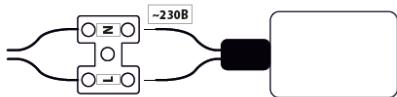

Рис.2 Схема подключения светильника к сети переменного тока 220-230 В
1. Смонтировать рожки (1) к чаше основания (3), продевая провода в чашу основания (3).
2. Провода вывести на верхнюю часть основания (3) и соединить по цветам (синий с синим, коричневый с коричневым)
3. Закрепить плафоны (2) на рожках (1) прижимными кольцами.
4. Закрепить монтажную планку (4) на потолке.
5. К планке (4) прикрепить люстру.
7. Ввернуть лампы. Подсоедините светильник к сети переменного тока согласно схеме на Рис.2.